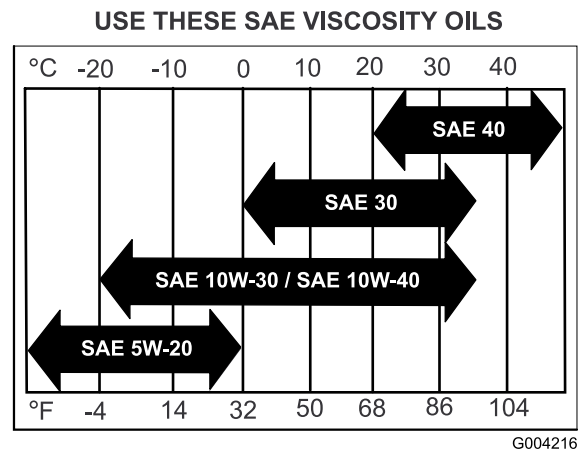

Figure 29
**Viscosité :** Voir le tableau (Figure 29).